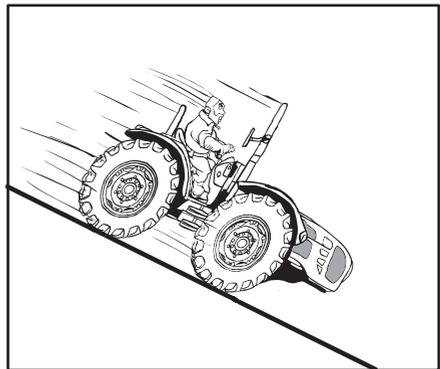

Abb. 2.21
- Vor dem Fahren von Steigungen oder Gefällen einen niedrigen Gang einlegen (Abb. 2.21).